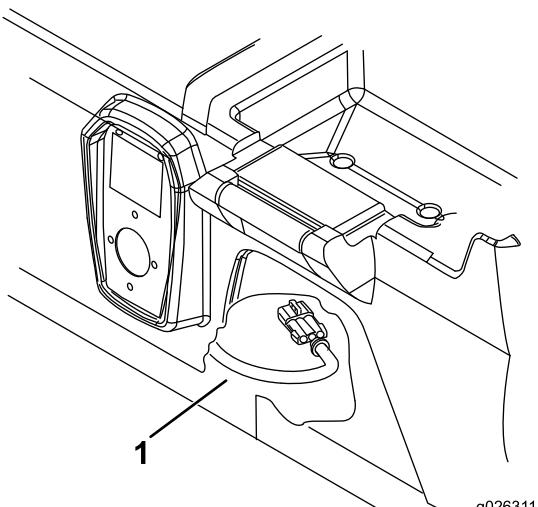

図 3
1. 座席ベースの下に手を入れて、チャージャ用ハーネスのコネクタを取り外す図3。
1. 座席ベースの下に手を入れて、チャージャ用ハーネスのコネクタを取り外す **図 3**。